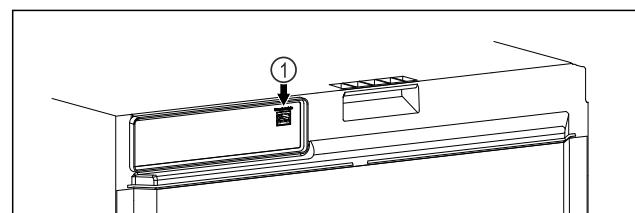

Fig. 109
Το SmartModule Fig. 109 (1) είναι τοποθετημένο.